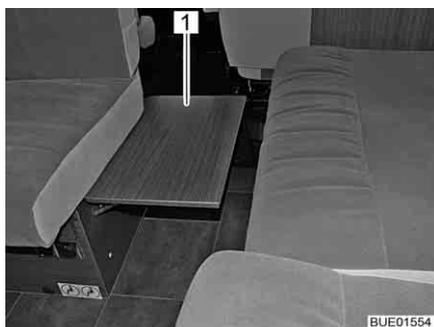

Bild 98 Klappbare Sitzbankverbreiterung
- Sitzbankverbreiterung (Bild 98,1) an der vorderen Sitzbank nach oben schwenken und einrasten lassen.